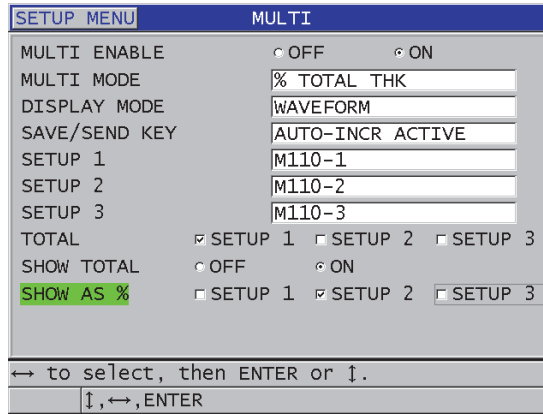

Figura 7-10 Configuración de los parámetros de medición múltiple en el modo de porcentaje total de espesor
2. En la pantalla **MULTI** (ver Figura 7-10 en la página 129):